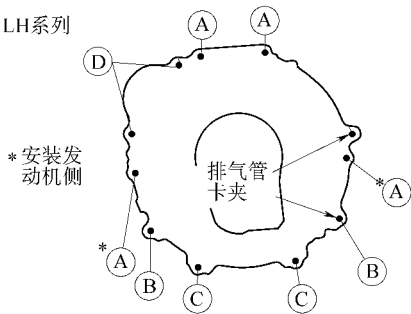

图 10-53 安装变速器螺栓、加强板螺栓起动机
(2) 安装变速器螺栓、加强板螺栓和起动机如图 10-53 所示。